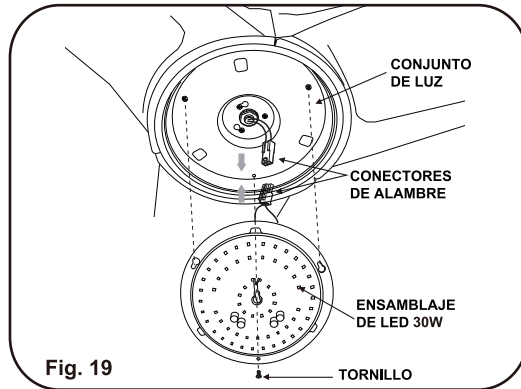

Fig. 19
Paso 1. Una vez sujetado el ensamblaje de LED de 30W debajo de su ventilador, fija firmemente los enchufes del cable. (Fig.19)
Paso 2. Coloque las bocallaves del ensamblaje de LED de 30W sobre los dos tornillos previamente aflojados de la placa del conjunto de luz. Gire el conjunto de LED de 30W hasta que se bloquee en la sección estrecha de las bocallave. Asegure apretando los dos tornillos previamente aflojados y el tornillo previamente retirado. (Fig.19)